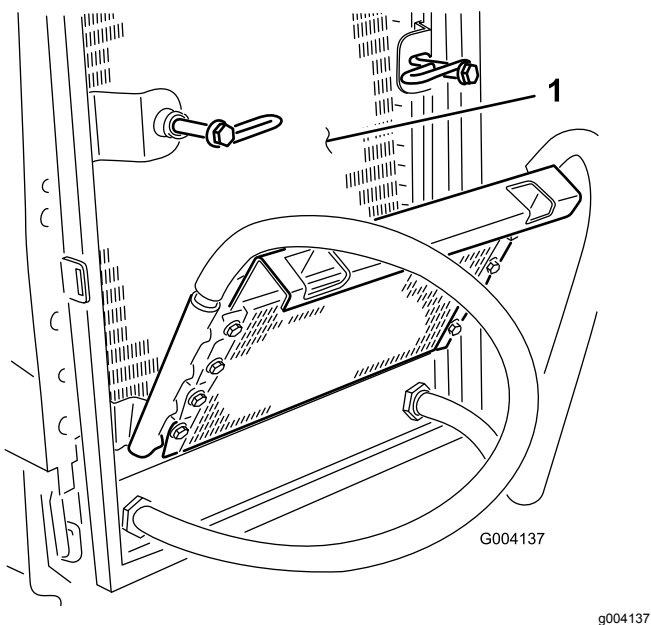

Bild 64
- Reinigen Sie beide Seiten des Ölkühlers und des Kühlers gründlich mit Druckluft (Bild 64).